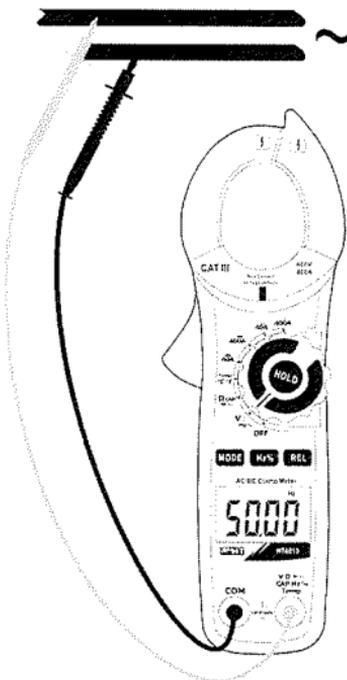

Fig. 4 : Utilisation de la pince pour mesures de Fréquence et Duty Cycle
3. Insérer le câble rouge dans l'entrée du jack **VΩ→→CAPHz%Temp** et le câble noir dans la borne d'entrée **COM** (Fig. 4) pour la mesure de fréquence avec embouts. La valeur de fréquence (Hz) ou de duty cycle (%) apparaît à l'écran.